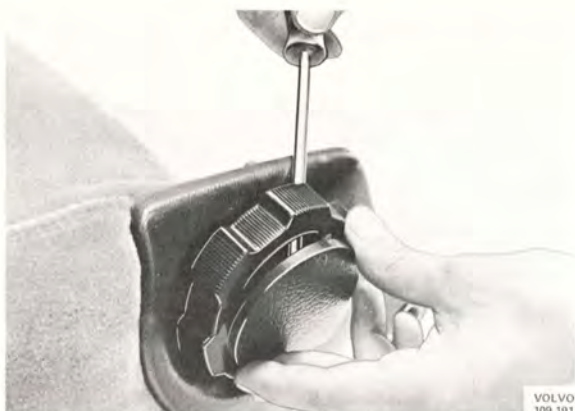

Bild 8-39. Demontering av täckbricka
4. Tryck ut justerrattens täckbricka, med en skruvmejsel, genom ett av hålen i justerratten, bild 8-39.